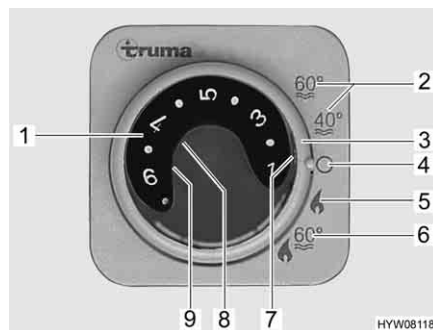

Fig. 199 Unidade de comando para o aquecimento/termoacumulador
- Regule o modo de serviço com o interruptor rotativo (Fig. 199,3).
O aquecimento escolhe automaticamente o nível necessário do queimador de acordo com a temperatura ambiente desejada. Quando é atingida a temperatura ambiente pretendida, o queimador desliga-se. No modo de serviço "Aquecimento e termoacumulador" (Fig. 199,6) também é aquecida a água dentro do termoacumulador. O aquecimento pode ser posto a funcionar no modo de serviço "Aquecimento sem termoacumulador" (Fig. 199,5) com o termoacumulador vazio.
- Regule o botão rotativo da temperatura (Fig. 199,1) na unidade de comando para o nível de aquecimento pretendido.
- Coloque o interruptor rotativo (Fig. 199,3) em funcionamento de inverno "Aquecimento sem termoacumulador" (Fig. 199,5) ou em funcionamento de inverno "Aquecimento e termoacumulador" (Fig. 199,6).
A luz piloto verde (Fig. 199,7) acende-se.
- Coloque o interruptor rotativo (Fig. 199,3) em "O" (Fig. 199,4).
A combinação do funcionamento a gás e do funcionamento elétrico com 230 V reduz o tempo de aquecimento do veículo (só possível, quando o aquecimento está regulado na unidade de comando (Fig. 199) para o funcionamento de inverno).